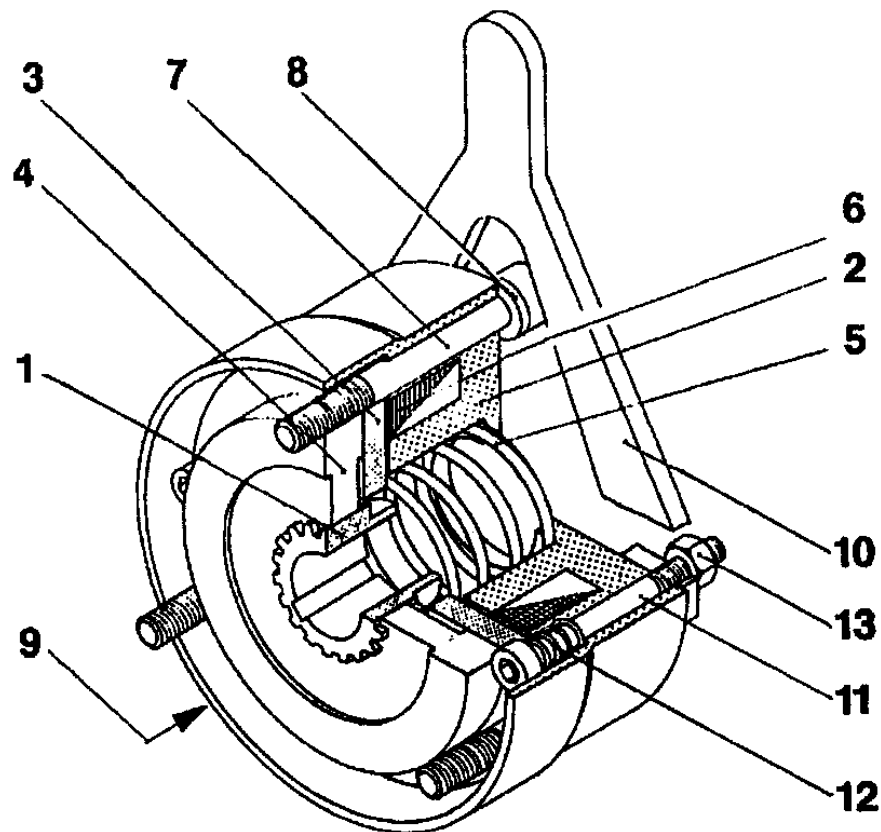

Bild 1
## Montage der Bremse (Bild 1)
1. Nabe (1) mit der Abdrehung nach hinten (Bild 1) auf Welle montieren, in die richtige Position bringen und axial sichern (z. B. mit einem Sicherungsring).
Die Ansatzschrauben (Pos. 9 / Bild 1) verhindern ein Auseinanderfallen der Einzelteile. Sie beeinträchtigen die Funktion der Bremse nicht und dürfen bei der Montage nicht entfernt werden.